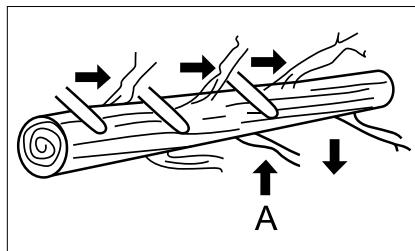

Fig. 18
L'ébranchage s'effectue pour l'élimination des branches d'un arbre tombé. Ne coupez pas les branches qui soutiennent le tronc et l'empêchent de rouler (A) jusqu'à la fin de l'ébranchage (fig. 18). Les branches sous une tension externe doivent être coupées de bas en haut pour éviter de coingage de la scie.